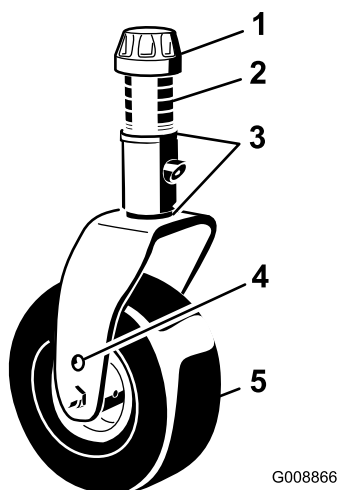

Bild 34
3. Stellen Sie die Beilagscheiben (3 mm) an den vorderen Laufradgabeln auf die entsprechende Schnitthöhe auf dem Aufkleber ein (Bild 34), siehe Messen der Mähwerkneigung \(Seite 68\).